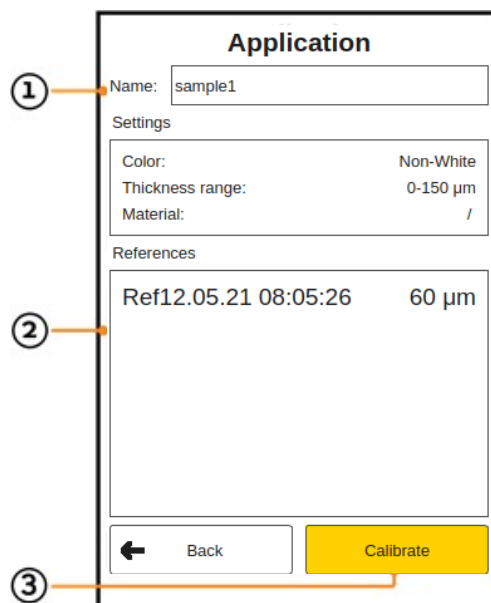

Figura 39: Menu di calibrazione
Nella figura 39: il menu Calibrazione mostra i diversi campi del menu di calibrazione:
Una volta stabilite tutte le impostazioni per la nuova applicazione, passare con i tasti di direzione (D) al campo 'Calibra' (3) (vedere la figura 39: Menu calibrazione).